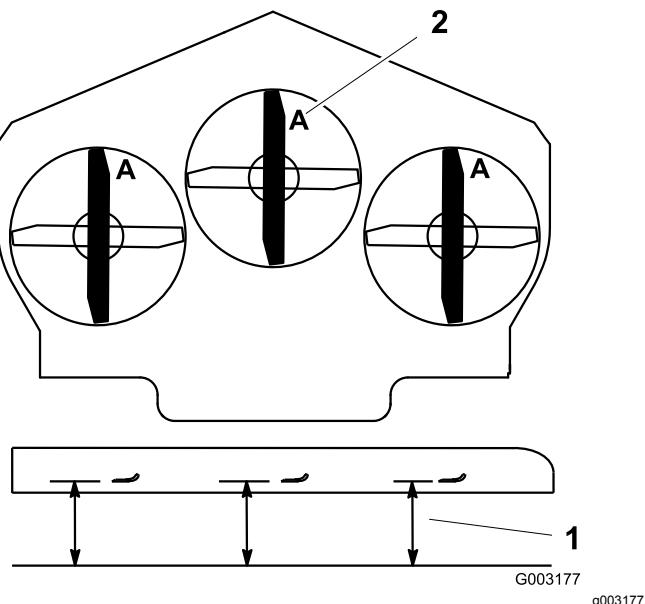

Figura 109
4. Meça desde uma superfície nivelada até à extremidade de corte, posição A, das lâminas (Figura 109).